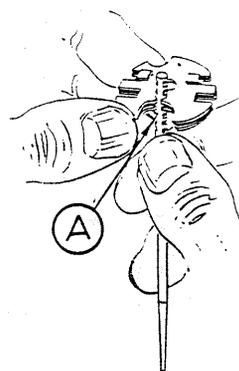

Fig. 122. Aiguille de charge partielle avec porte-aiguille
La plaque inférieure (A) du porte-aiguille est responsable du réglage de l'aiguille (fig. 122).